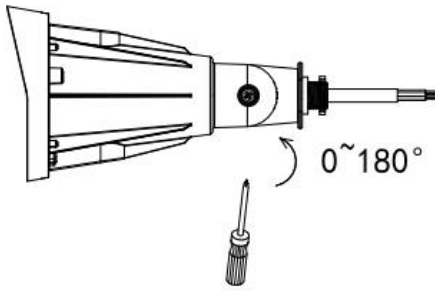

Fig. 4
4. Use a screwdriver to rotate the 1/2 inch fitter as shown in Figure 4. Adjust it to the desired angle and tighten the screw.
4. Utilisez un tournevis pour faire tourner l'adaptateur de 1/2 pouce comme indiqué dans la figure 4. Ajustez-le à l'angle désiré et serrez la vis.